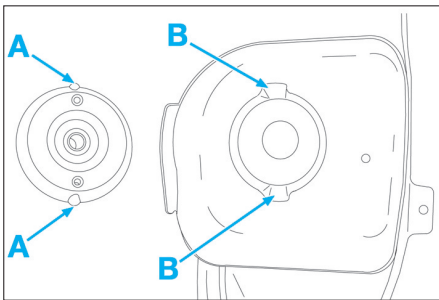

Fig. 7
- Positionner les bossages "A" du support d'amortisseur dans les emboutis "B" du passage de roue (Fig.7).